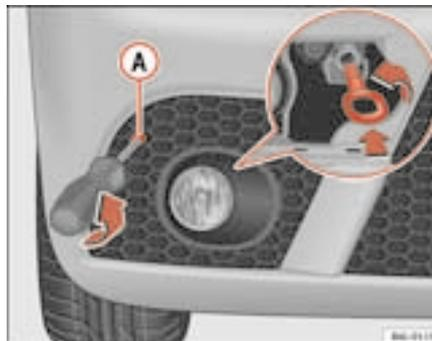

Fig. 166 Gancio di traino anteriore
- Estrarre la vite  ⇒ pag. 238, fig. 166.